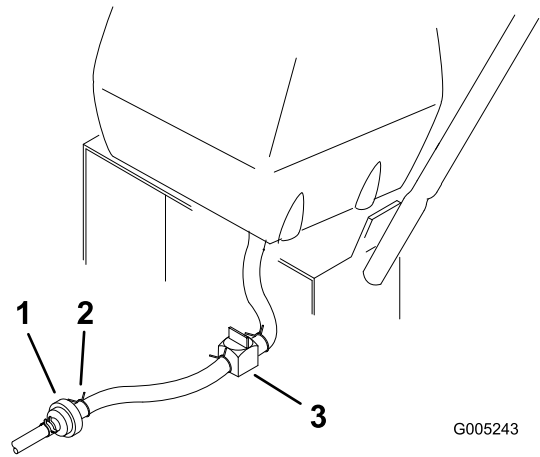

Bild 27
2. Schließen Sie den Kraftstoffhahn am Kraftstofftank (Bild 27).
3. Drücken Sie die Enden der Schlauchklemme zusammen und schieben Sie sie an der Kraftstoffleitung entlang, vom Kraftstofffilter weg (Bild 27).
4. Ziehen Sie die Kraftstoffleitung vom Kraftstofffilter (Bild 27). Öffnen Sie den Kraftstoffhahn und lassen Sie den Kraftstoff in einen Benzinkanister oder eine Auffangwanne ablaufen.